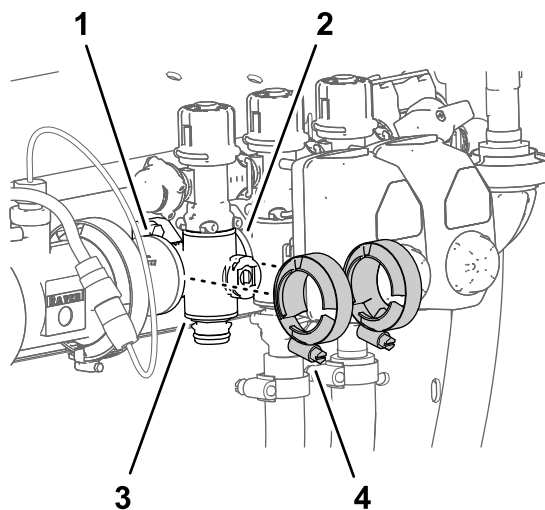

Figure 119
4. Fixez légèrement les colliers bride que vous avez déposés à la section Dépose de la valve de collecteur de section \(page 85\) sur les brides du collecteur de vanne de section et les brides des autres vannes de section et/ou adaptateur d'accouplement (Figure 119).
- Serrez les 2 colliers bride à la main (Figure 119).